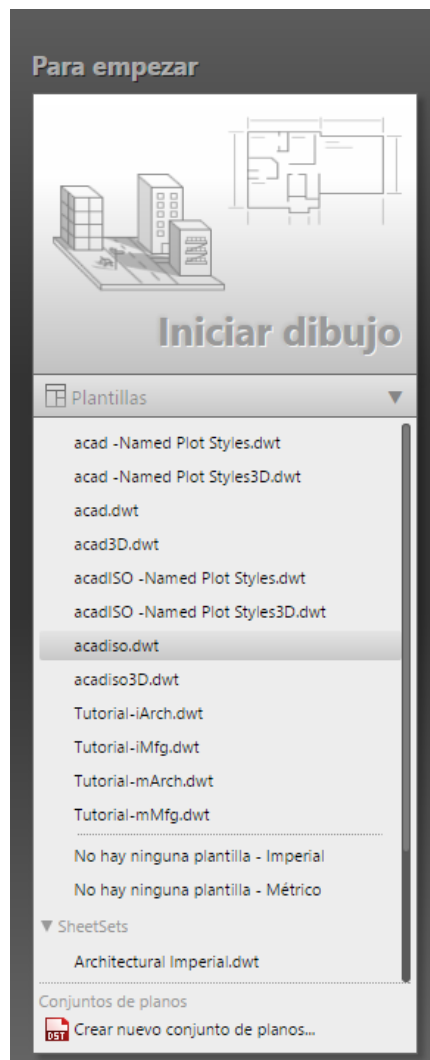

Figura 139. Archivo nuevo en AutoCAD.
1. Abrir un archivo nuevo de AutoCAD. Figura 139.